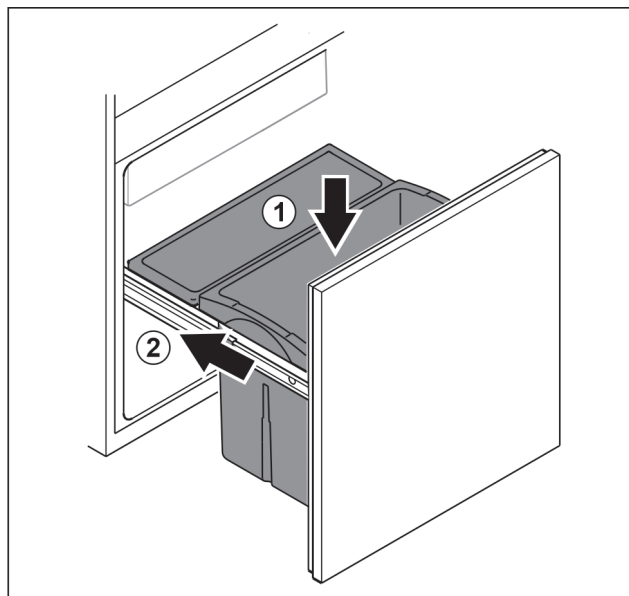

Fig. 191
- Vložte zásuvku shora. Fig. 191 (1)
- Zasuňte vysouvací vozík. Fig. 191 (2)